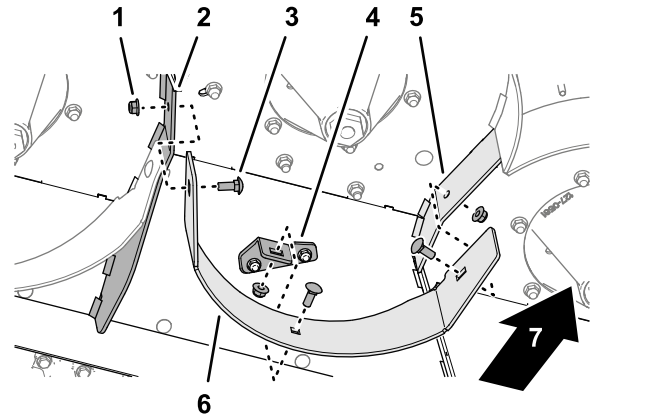

Bild 23
3. Richten Sie die Bohrungen im mittleren Ablenkblech mit der Bohrung in der rechten Trennwand, der Bohrung in der anderen mittleren/rechten Ablenkblechstütze und der linken Trennwand aus, wie in Bild 23 dargestellt.
4. Befestigen Sie das mittlere Ablenkblech mit zwei Schlossschrauben ($\frac{3}{8}$ " x 1") und zwei Sicherungsbundmuttern ($\frac{3}{4}$ ") an der linken und rechten Trennwände (Bild 23).